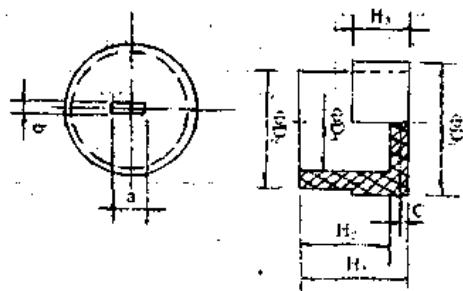

图 48-3
(1)DM 型帽形磁芯:这种磁芯可与“工”字形(I型)磁芯或“王”字形(IW型)磁芯配套,作为中频变压器及各种滤波器的磁芯。DM 帽形磁芯采用的材料为R40、R400。典型产品有DM6系、DM8系列等。其结构原理如图48-3所示。